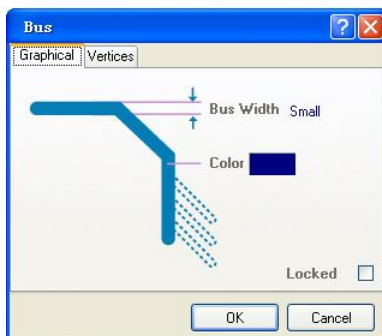

图 7-17 Bus 对话框
(2) 按 Tab 键，打开如图 7-17 所示的 Bus 对话框。